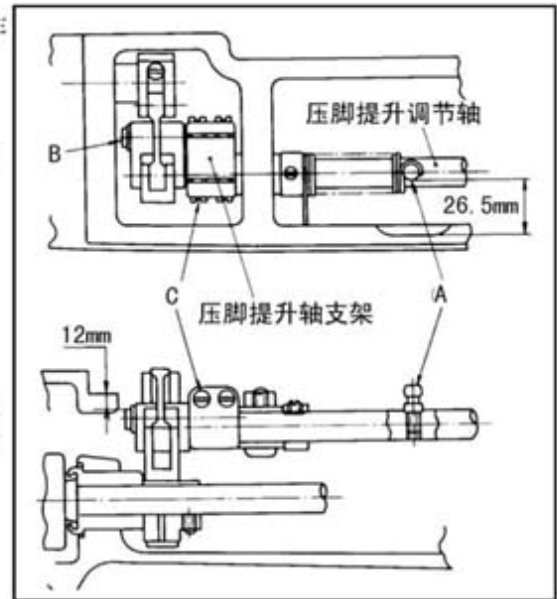

图 31
### 3) 装压脚提升轴支架 (图 31):
(1) 位于压脚提升调节轴上的压脚提升调节轴螺钉 A 与机壳内壁之间距离应为 26.5mm 如图 31 所示 (这将使操作更为便利)。
(2) 当压脚提升调节轴调到如上步骤 (1) 所示之后，调整压脚提升轴支架。调整之后应保证压脚提升轴支架上的压脚提升轴支架轴 B 的表面最高处与机壳上的盖板安装面之间的距离应为 12mm，然后，旋紧螺钉 C。